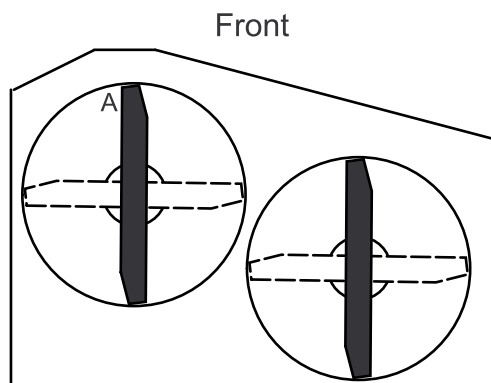

Figure 63
- Placez la machine sur une surface plane, et tournez une lame dans le sens longitudinal. Mesurez au point **A** et entre la surface plane et le bord coupant des pointes des lames (Figure 63)